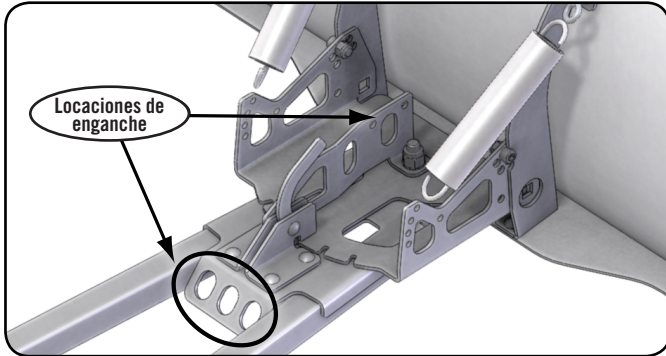
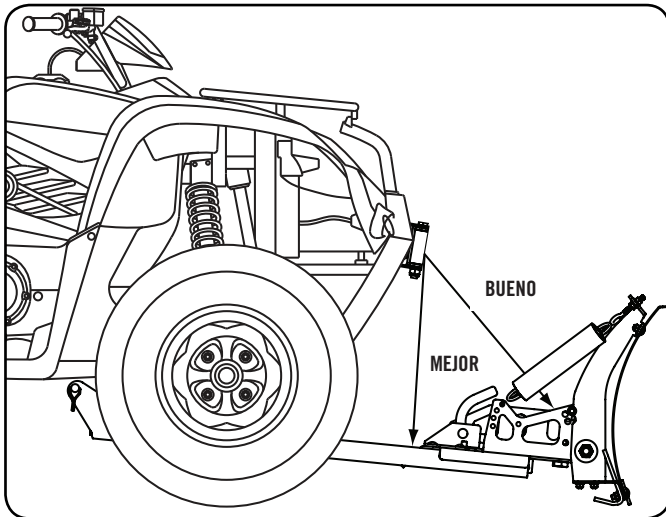

Figura 13 - Puntos de fijación de enganche
Figura 14 - Ángulo de línea de malacate
12. Fije el gancho del malacate en una de las 2 locaciones. Vea la figura 13. La figura 14 muestra cual es el mejor ángulo de línea del malacate. Use esto para determinar cual punto de fijación va a usar.